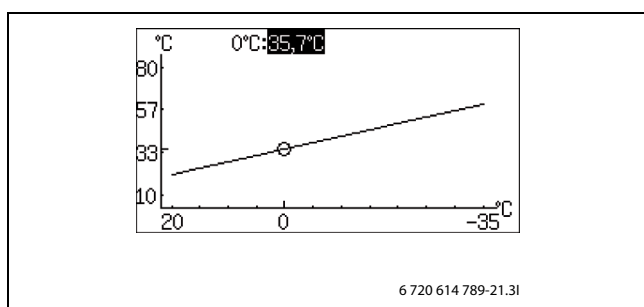

Bild 37
- ▶ Vrid ratten när fyrkanten är markerad tills 0 °C är markerad (→ Bild 37).